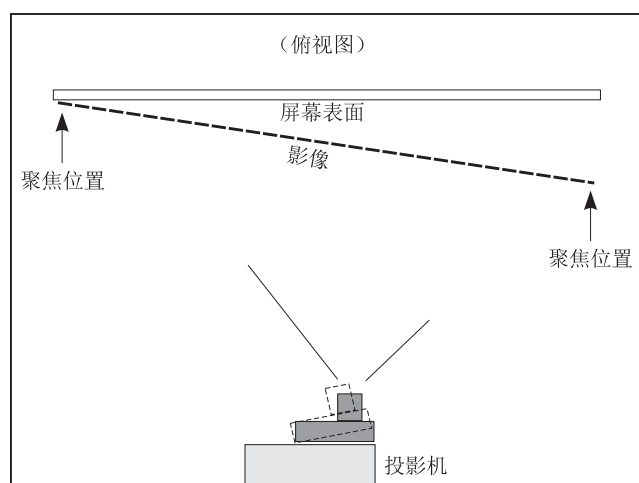

图 2-21 俯视图 演示视轴未校正
- a. 如果影像右侧在镜头完全缩回之前完成聚焦，则影像聚焦在屏幕前方。请参阅图 2-21。要纠正这一问题，请调整**水平视轴螺栓**，让镜头座对准或瞄准左侧，以平衡左 / 右边缘。